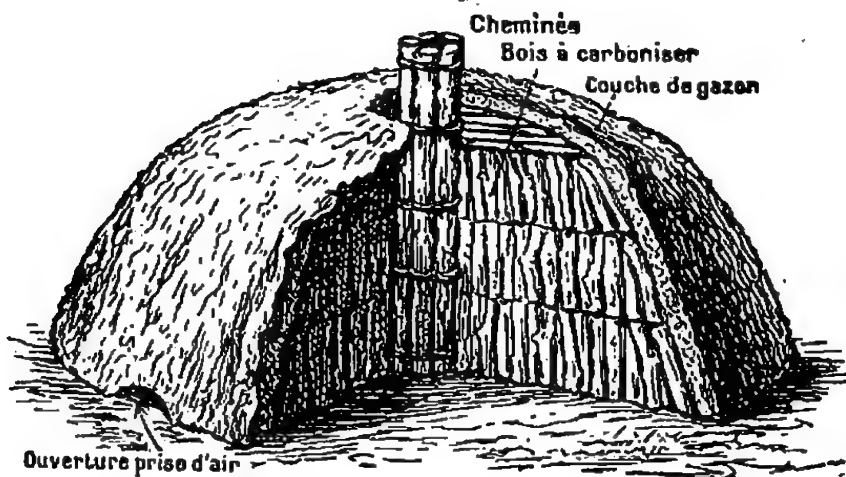

Fig. 50. — Meule de bois préparée pour la fabrication du charbon (coupe).
**10. Charbon de bois.** — Le *charbon de bois* s'obtient en brûlant incomplètement du bois dans un courant d'air insuffisant (fig. 50).